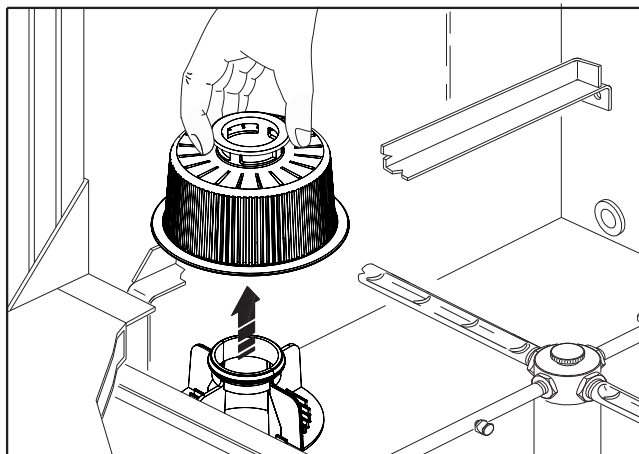

Рис. 17
2. Снимите и очистите фильтр моечного насоса (рис.17) и, при наличии, фильтры ванны.